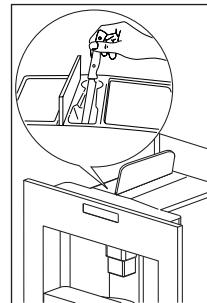

Fig. 28
- Verifique regularmente (cerca de uma vez por mês) se o funil de café pré-moído está bloqueado (Fig. 28).